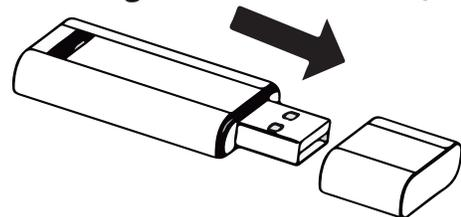

Fig. 7.7
1. Retire la tapa protectora del módulo inalámbrico (**consulte la Fig. 7.7 a continuación**).